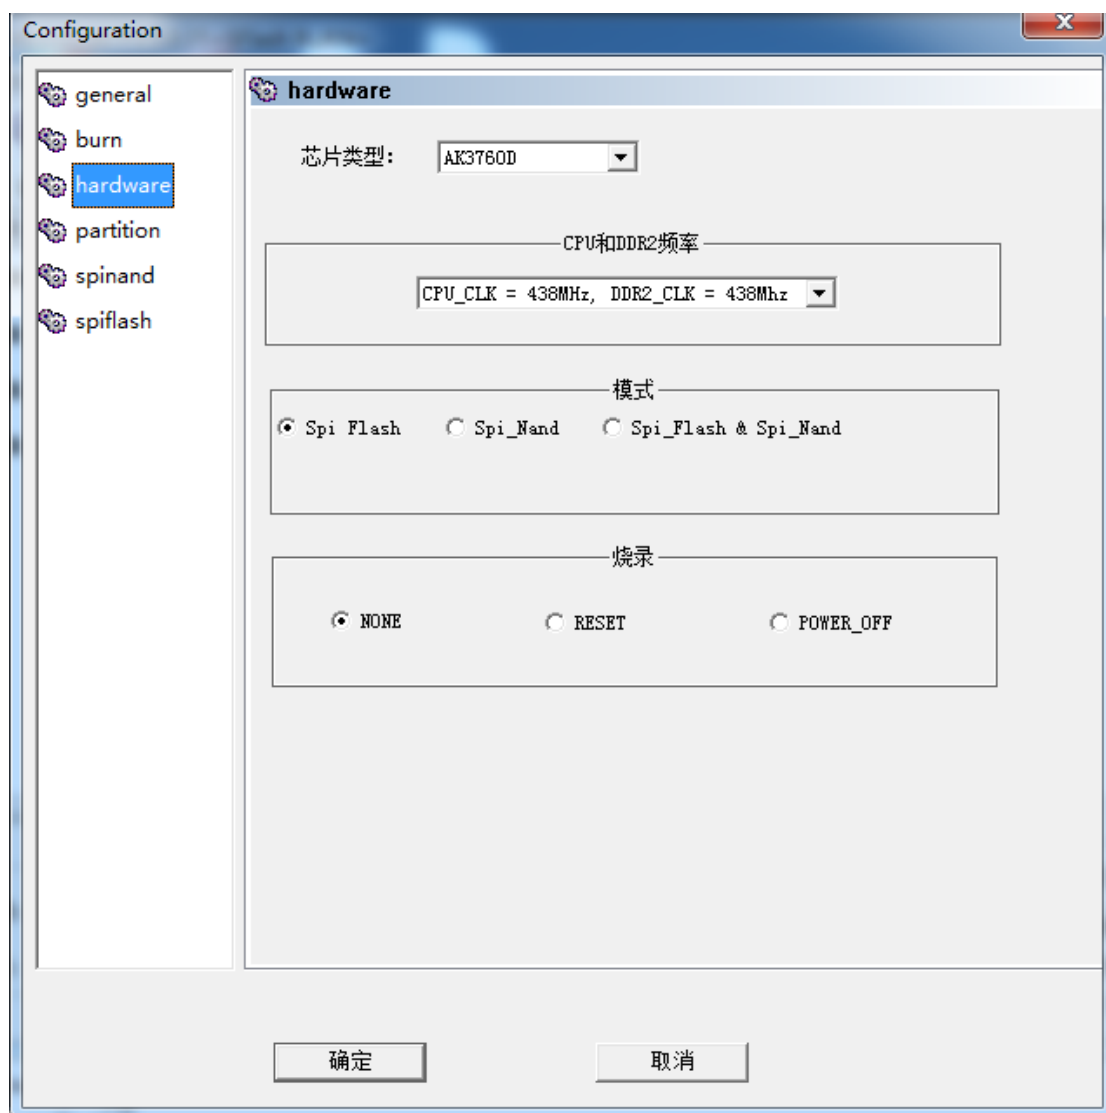
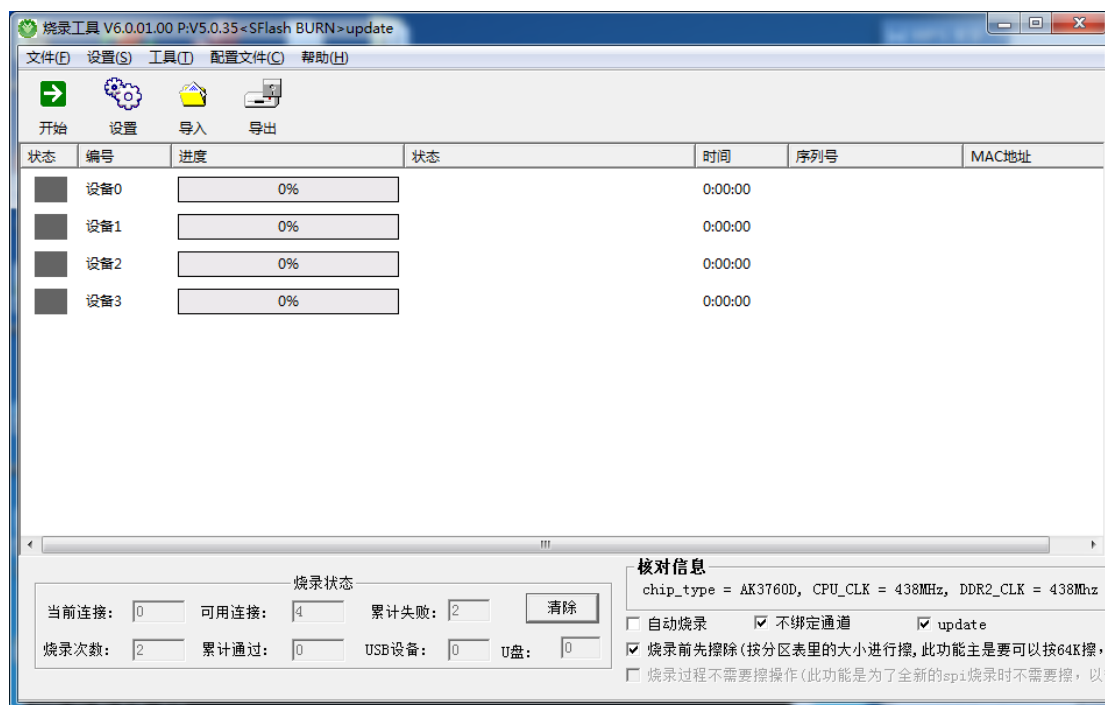

图 3-7 AK39E 芯片的 spi 烧录的 Hardware 的设置
图 3-8 AK39E 芯片的 spi 的升级烧录设置
- 4) 如果只是升级，则在主界面右下方选择 update(升级)烧录，具体设置界面如图 3-7 和图 3-8 所示。